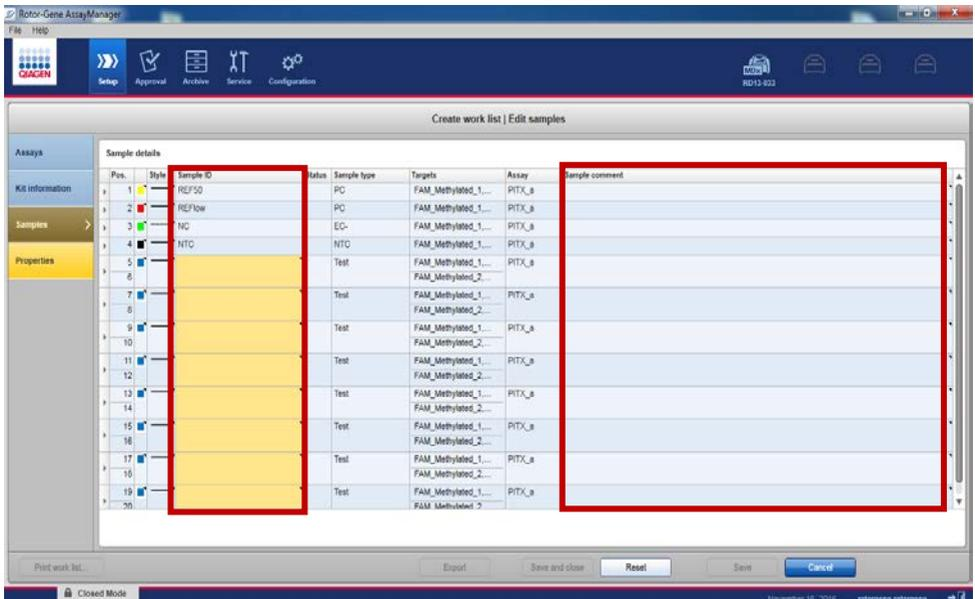

Abbildung 10. Probeneinrichtung.
23. Geben Sie für jede Probe die Proben-ID und ggf. optionale Probeninformationen als Kommentar ein (Abbildung 10).